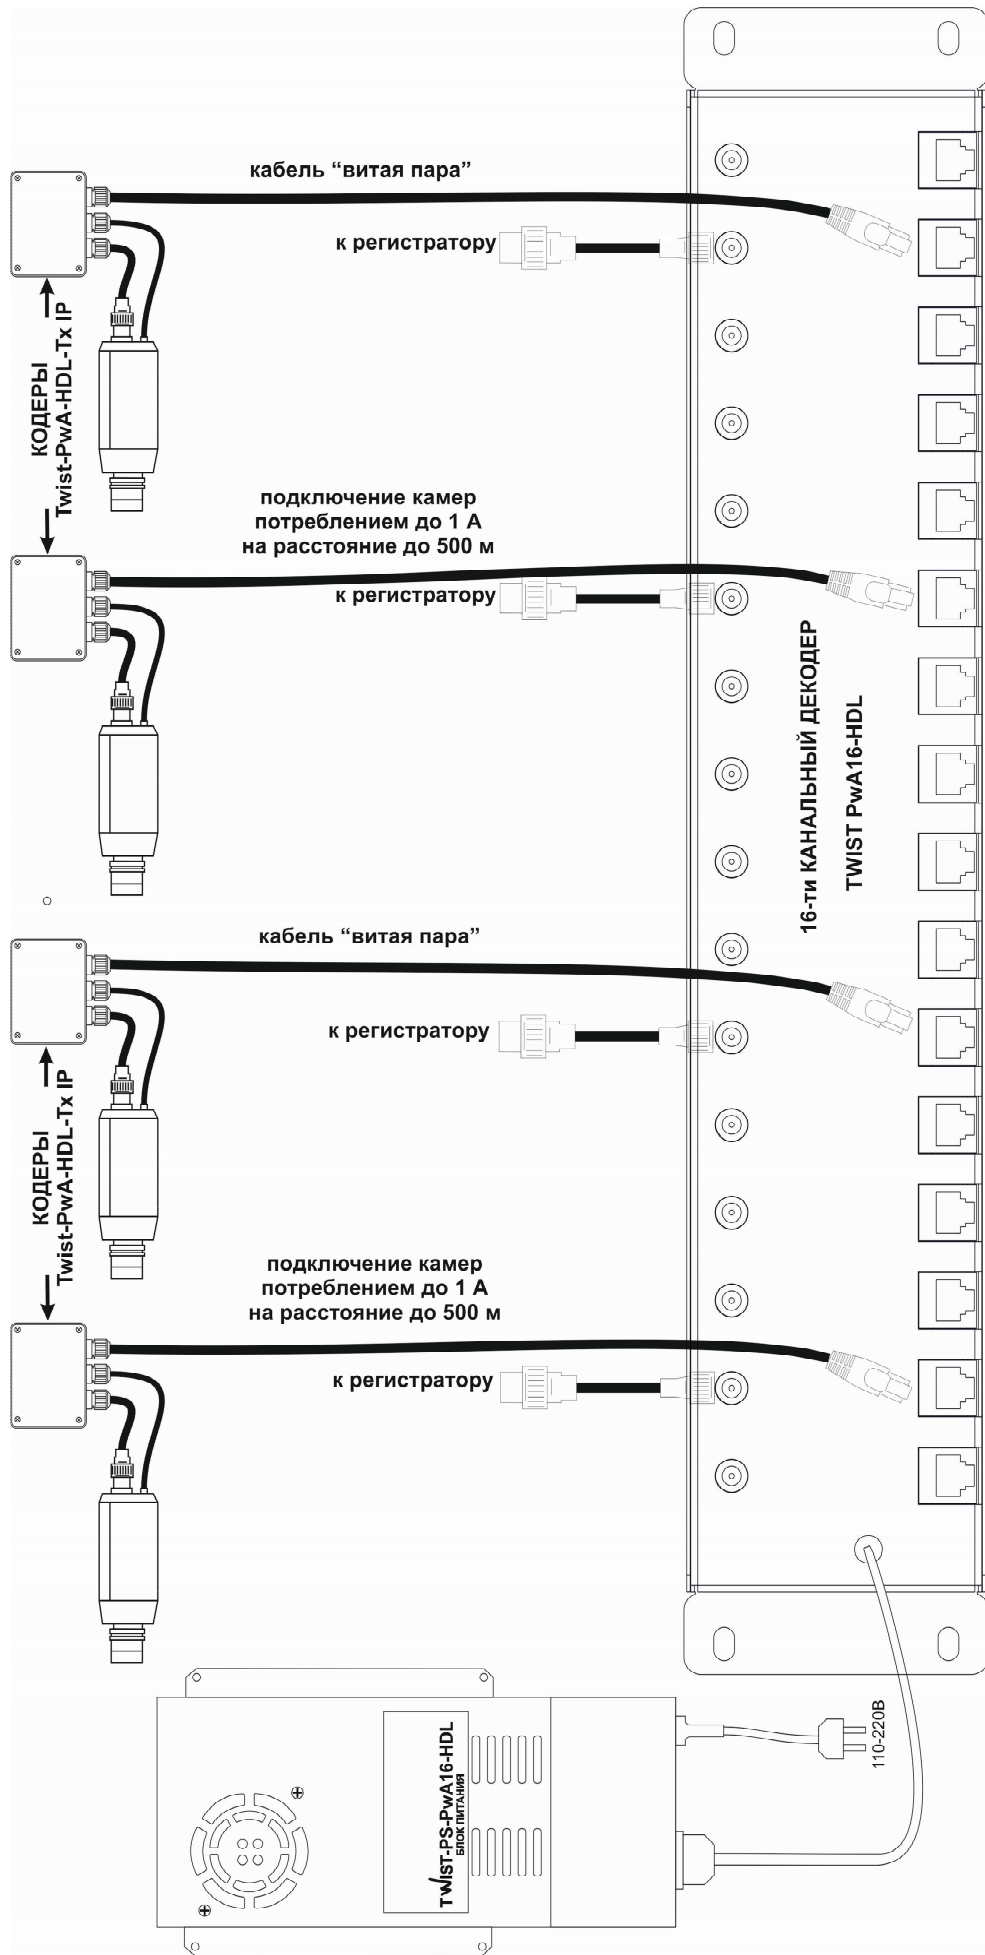

Рис. 1 Схема подключения TWIST PwA-16-HDL
1. Соединение кодера и декодера должно производиться выделенным кабелем симметричной витой пары, изолированным от всех других проводов, а также от любых металлических конструкций. Пример соединения комплекта с использованием кабеля UTP показан на рис.1.
Подключите комплект к линии связи и цепям питания согласно рис.1.